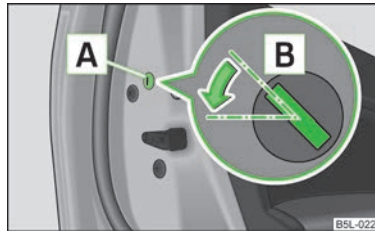

Fig. 15
- Demontați masca **A** » fig. 15.